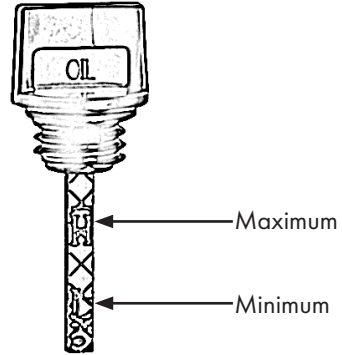

Abbildung 17
- Lesen Sie den Ölstand ab, siehe auch Abb. 17.
Zwischen oberer und unterer Markierung muss ein Ölfilm sein. Falls kein Ölfilm vorhanden ist, ist der Ölstand zu niedrig, Abb. 17. Füllen Sie weiteres Öl nach. H-High steht für Maximum. L-Low steht für Minimum.